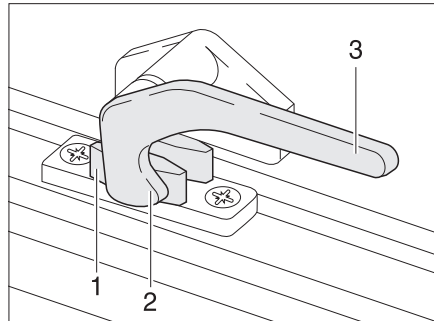
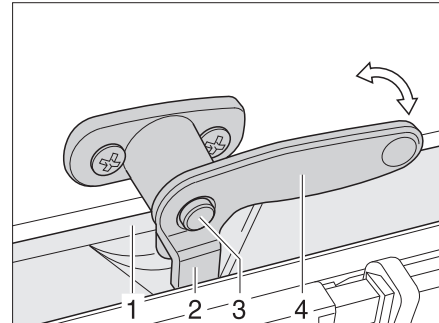

Bild 48 Verriegelungshebel in Stellung "geschlossen"
Bild 49 Verriegelungshebel mit Sicherungsknopf in Stellung "geschlossen"
- Falls vorhanden, den Sicherungsknopf (Bild 49,3) drücken und gedrückt halten.
- Den Verriegelungshebel (Bild 48,3 bzw. Bild 49,4) eine viertel Umdrehung zur Fenstermitte hin drehen.
- Den Verriegelungshebel (Bild 48,3 bzw. Bild 49,4) eine viertel Umdrehung zum Fensterrahmen hin drehen. Die Verriegelungsnase (Bild 48,2 bzw. Bild 49,2) liegt auf der Innenseite der Fensterverriegelung (Bild 48,1 bzw. Bild 49,1).
- in Stellung "fest verschlossen" (Bild 48)